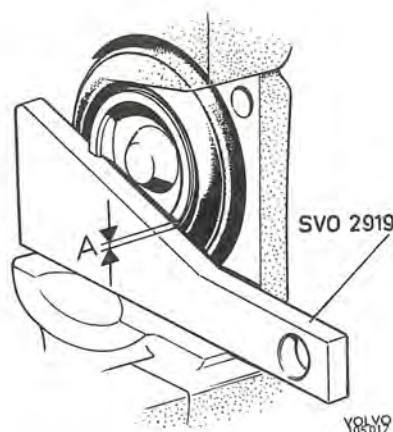

Bild 30. Kontroll av kolvläge
- 3.b. Gäller ATE bromsok. Montera den ena kolven i oket och i rätt läge för att undvika bromsgnissel. Ansatsen på kolven skall luta 20° i förhållande till okets nedre styryta. Använd mall SVO 2919, se bild 30. Toleransen är $\pm 2^\circ$, d.v.s. när mallen är tryckt mot den ena ansatsen skall avståndet till den andra (mått A vara max. 1 mm. Är kolven försedd med ASB-anordning trycks den in med verktyg SVO 2809, jämför bild 20.